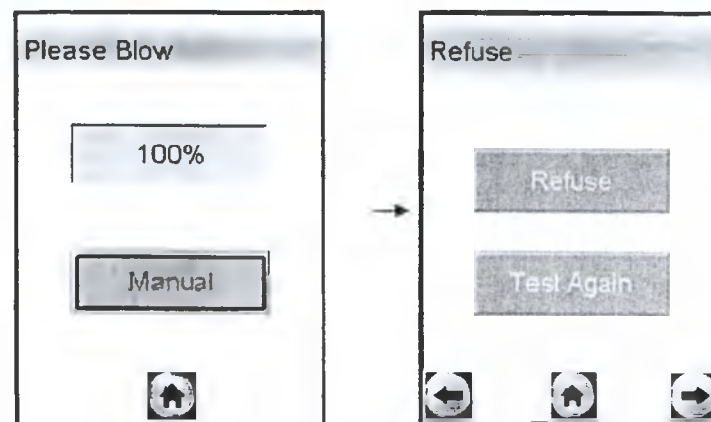

Рисунок 14 – Смена окон при отсутствии выдоха
2.7.16 Если при выполнении 2.7.6 настоящего РЭ выдох не был сделан своевременно, то окно готовности к отбору пробы «**Please Blow**» (рисунок 14, слева) через 30 секунд сменится окном «**Refuse**» (рисунок 14, справа).
2.9.1 Если выдох не был сделан своевременно, то окно готовности к отбору пробы «Please Blow» через 30 секунд сменится окном «Refuse» (рисунок 14).